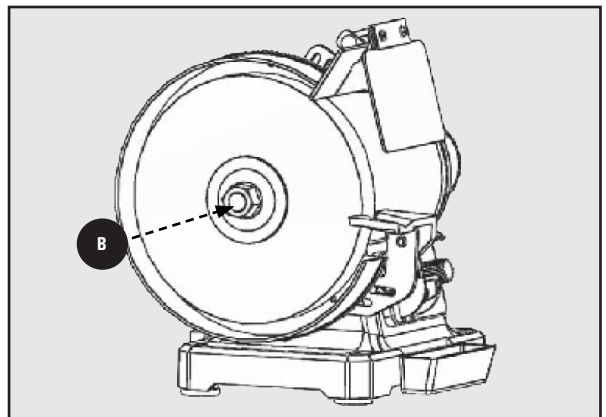

Figure 5
3. À l'aide d'une clé de 24mm, serrer l'écrou de l'arbre **B** tout en utilisant l'autre main pour empêcher la roue de bouger. Serrez fermement l'écrou de l'arbre. Voir la Figure 5.